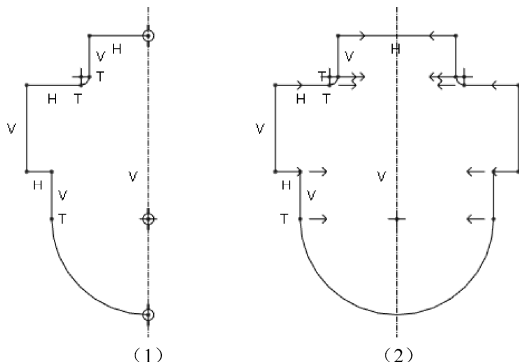

图 2-47 尺寸修改步骤图 (1)
- ① 首先绘制好图形的左侧，然后进行镜像操作，形成完整的图形。
- ② 显示系统标注的尺寸。在草绘显示过滤器中选择 显示尺寸，将图 2-47 中的尺寸显示出来。